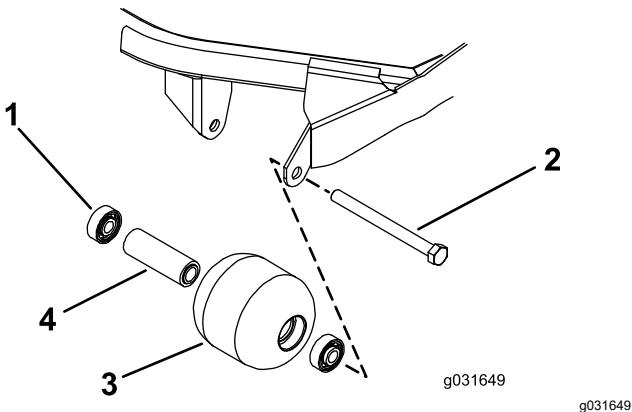

Bild 75
1. Entfernen Sie die Rollenbefestigungsschraube (Bild 75).
4. Prüfen Sie das Rollengehäuse, die Lager und das Distanzstück auf Beschädigungen (Bild 75).
1. Drücken Sie das erste Lager in das Rollengehäuse, indem Sie nur auf den äußeren Käfig oder gleichmäßig auf den inneren und äußeren Käfig drücken (Bild 75).
2. Setzen Sie ein Distanzstück ein (Bild 75).
3. Drücken Sie das zweite Lager in das Rollengehäuse, indem Sie nur auf den äußeren Käfig oder gleichmäßig auf den inneren und äußeren Käfig drücken, bis es auf dem Distanzstück aufliegt (Bild 75).